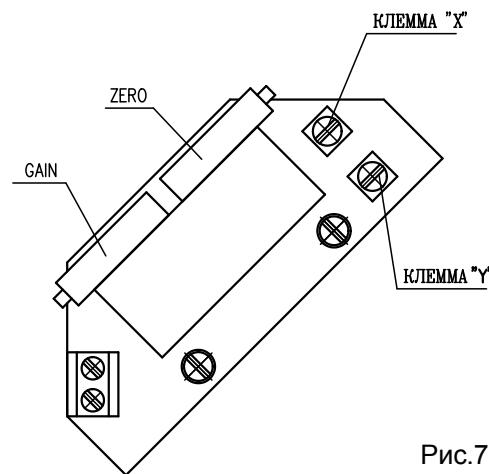

Рис.7
#### 3.4.1 EPV - 2-проводниковое включение (рис.7)
- Установите датчик сопротивления на основании инструкций в предыдущей главе так, что величину сопротивления измеряйте на клеммах X-Y (рис.7). (употреблен датчик с сопротивлением 100 $\Omega$ )
- Поворачиванием устанавливающего триммера ZERO (рис.7) установите величину выходного сигнала тока, измеряемого на клеммах 81-82, на величину 4 mA.
- Поворачиванием устанавливающего триммера GAIN (рис.7) установите величину выходного сигнала тока, измеряемого на клеммах 81-82, на величину 20 mA.